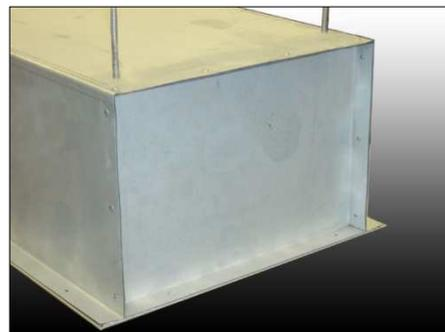

Fig. 2
Étape2 Installer les tiges filetées M8 (non fournies) dans les 2 trous à chaque extrémité du boîtier supérieur (voir Fig. 2). Faire passer les tiges dans le boîtier et les attacher aux supports de fixation situés près du bas de l'unité (voir la Fig. 3 qui présente le Rideau d'air vu du dessous). Utiliser des contre-écrous M8 de chaque côté des supports de fixation pour arrimer les tiges suspendues.